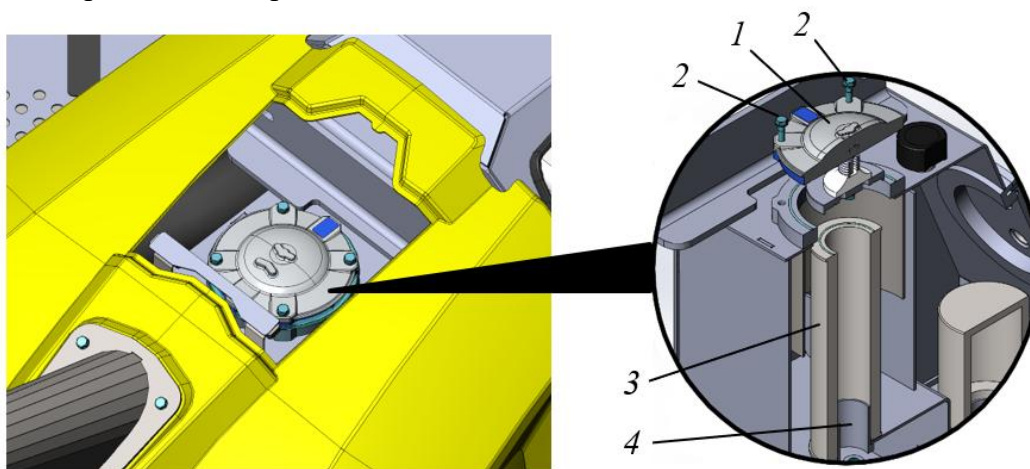

Рисунок 5.47. Процедура замены фильтр элемента в сливной линии
- ▶ Очистить крышку фильтра 1 и зону рядом с ней от загрязнений, см. рис. 5.47.
- ▶ Установить новый фильтрующий элемент 3 с уплотнительным кольцом на фланец 4, см. рис. 5.47.
- ▶ Закрепить крышку фильтра 1 на баке используя болты с шайбами 2, см. рис. 5.47.